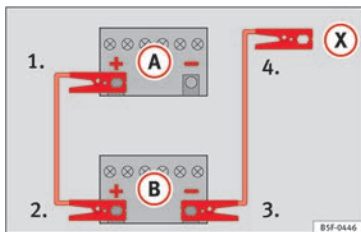

Abb. 86 Anschlussschema für Fahrzeuge ohne Start-Stopp-System.
mit der entladenen Fahrzeugbatterie (A) » » Abb. 86.
3. Klemmen Sie das andere Ende des roten Starthilfekabels an den Pluspol (+) des Strom gebenden Fahrzeugs (B).
4. Bei Fahrzeugen ohne Start-Stopp-System: ein Ende des schwarzen Starthilfekabels an den Negativpol (-) des Strom gebenden Fahrzeugs (B) anklemmen » » Abb. 86.